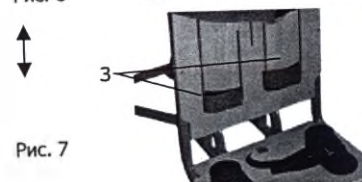

Рис. 7
3) Регулировка креплений голеней по высоте (рис.7)